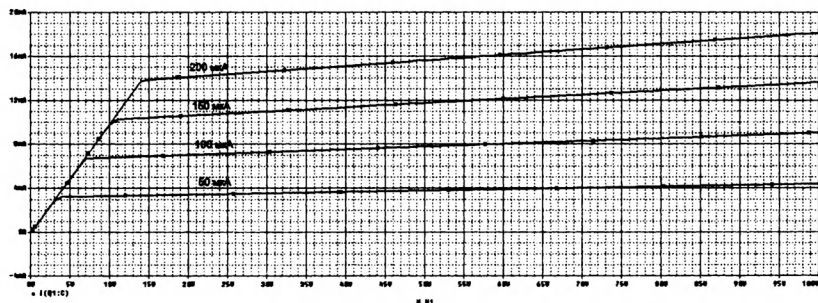

Рис. 2.33. Графики выходных характеристик
6. Сохраняем проект и включаем Run и в окне результатов получаем графики выходных характеристик и размечаем их (рис. 2.33).